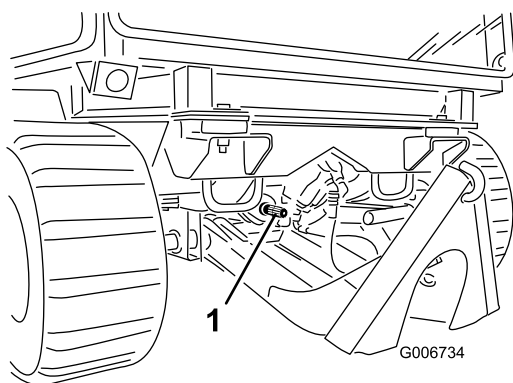

Figure 56
6. Si l'accessoire est entraîné par la PDF, étendez l'arbre de PDF de l'accessoire et engagez-le sur l'arbre de PDF de la machine (Figure 56).